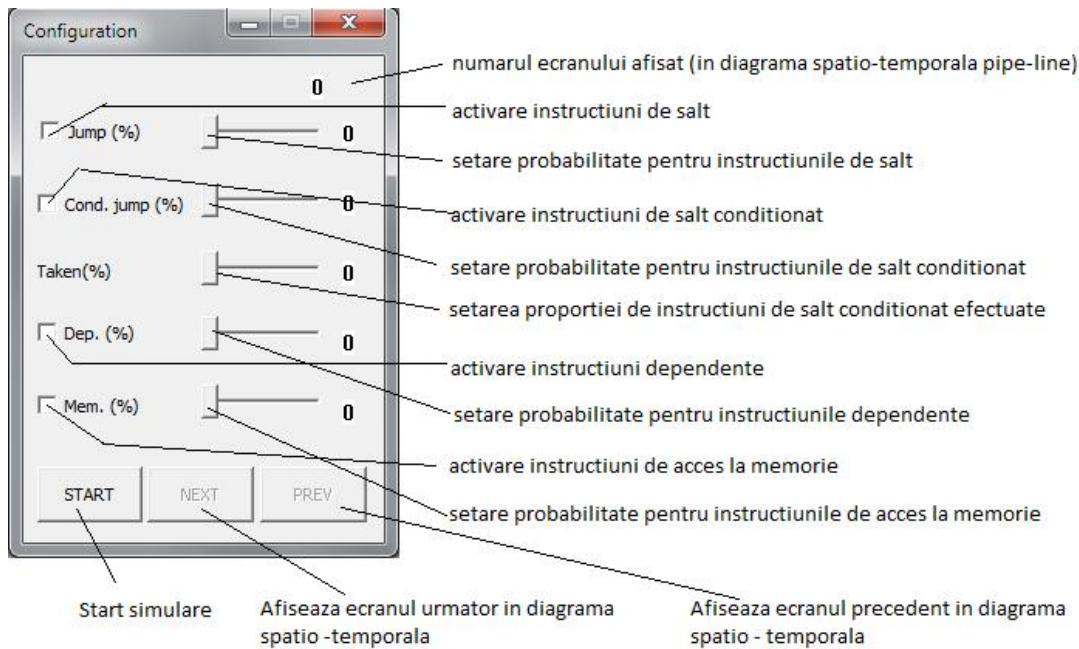

Figura 10. Meniurile ferestrei de configurare a programului simpl
3. Meniurile ferestrei de configurare (figura 10).